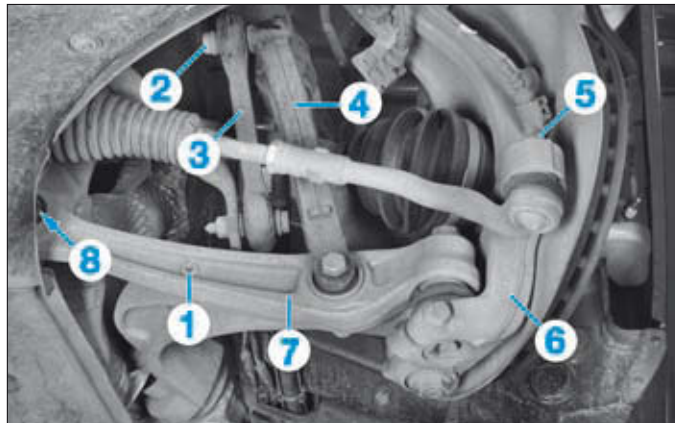

FIG. 6
- Sur les véhicules équipés d'un capteur d'assiette, dévisser l'écrou de la biellette du capteur sur le bras porteur en (1) (Fig.6).
- Déposer la vis supérieure (2) la biellette (3) de la barre stabilisatrice sur la chape (4) d'amortisseur.
- Dévisser la rotule de direction (5) du pivot (6) puis l'extraire.
- Desserrer la chape d'amortisseur (4) sur le bras porteur (7).
- Déposer la fixation (8) puis dégager le bras porteur (7) et le faire pivoter vers l'avant.